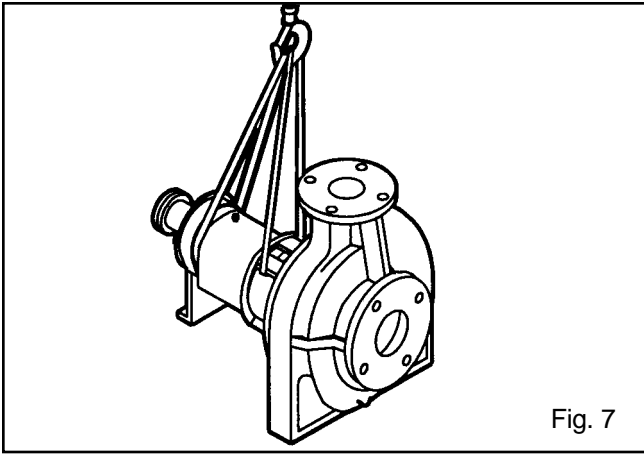

Fig. 7
**NOTA:** Cuando levante el modelo NM 3196 o unidades de metal con bridas de succión integrales en las que no hay manera de sujetar la correa sobre la brida de succión, la correa mostrada en las Figuras 4 a 6 alrededor de la brida de succión debe sujetarse alrededor del adaptador para el bastidor (Fig. 7).